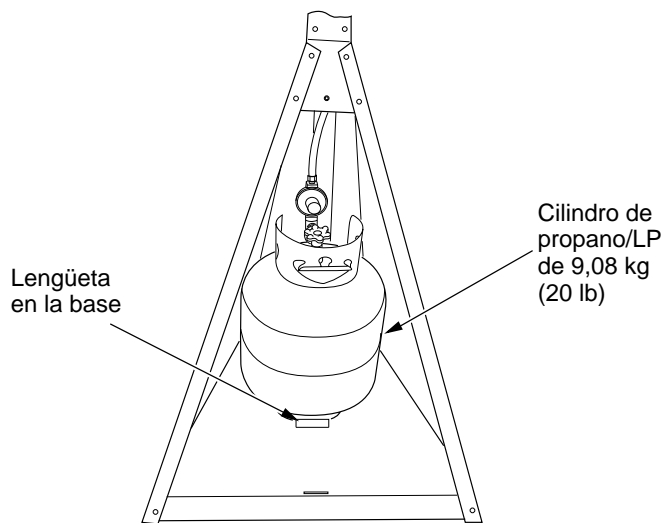

Figura 11 - Instalación del cilindro de propano/LP
- Coloque el cilindro dentro de la base con el regulador hacia el frente del ensamblaje de la base. Asegúrese de que el collarín inferior del cilindro esté frente a la lengüeta de la base (consulte la figura 11).